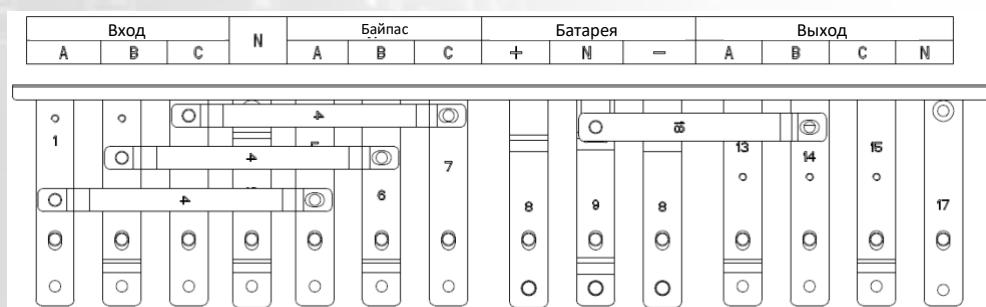
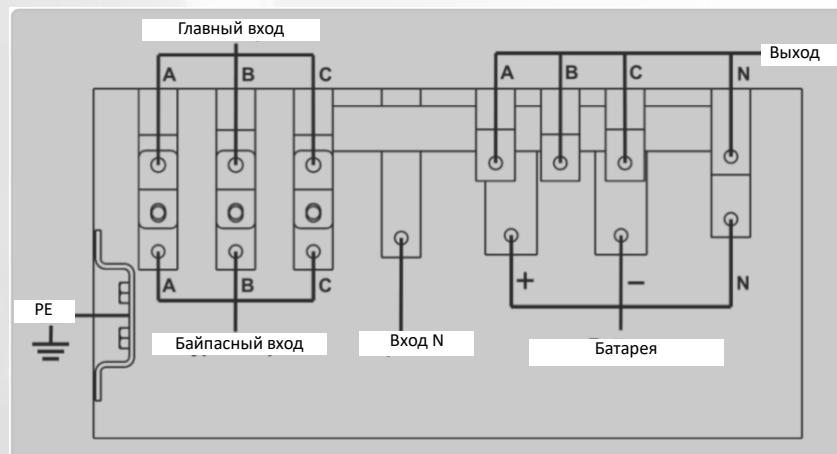
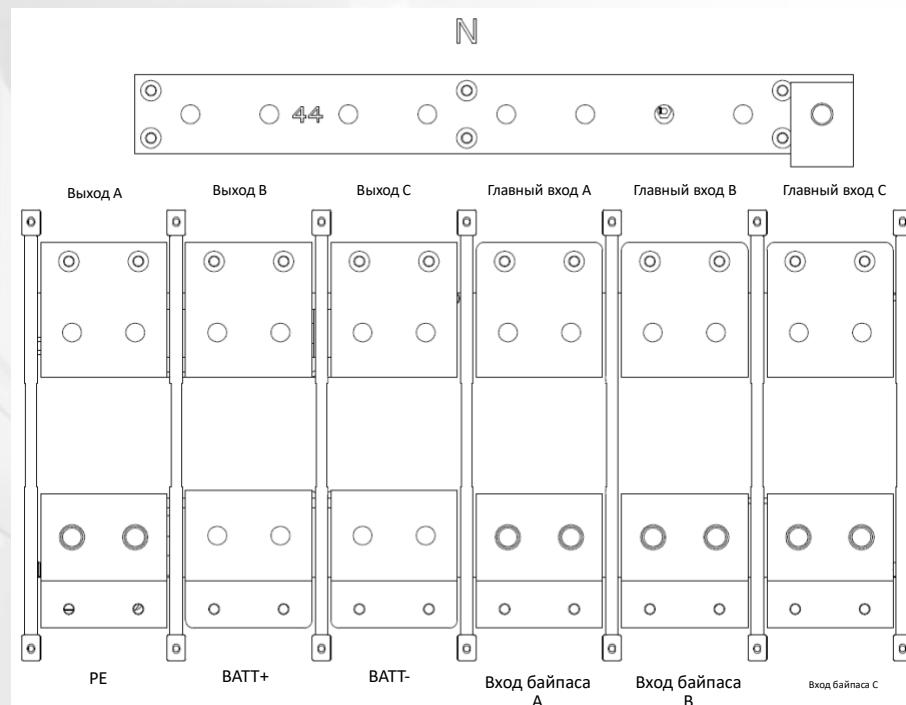

Рис. 2-15 Клеммы подключения ИБП мощностью 80 кВА / 100 кВА
Рис. 2-16 Клеммы подключения ИБП мощностью 150 кВА / 200 кВА
Рис. 2-17 Клеммы подключения ИБП мощностью 250 кВА / 300 кВА
- 2) Откройте дверцу шкафа (переднюю — для ИБП мощностью 80 кВА / 100 кВА / 150 кВА / 200 кВА, заднюю — для ИБП мощностью 250 кВА / 300 кВА / 400 кВА / 500 кВА), снимите металлическую или пластмассовую крышку. Входная и выходная клеммы, клемма батареи и клемма защитного заземления показаны на рис. 2-15, рис. 2-16 и рис. 2-17.